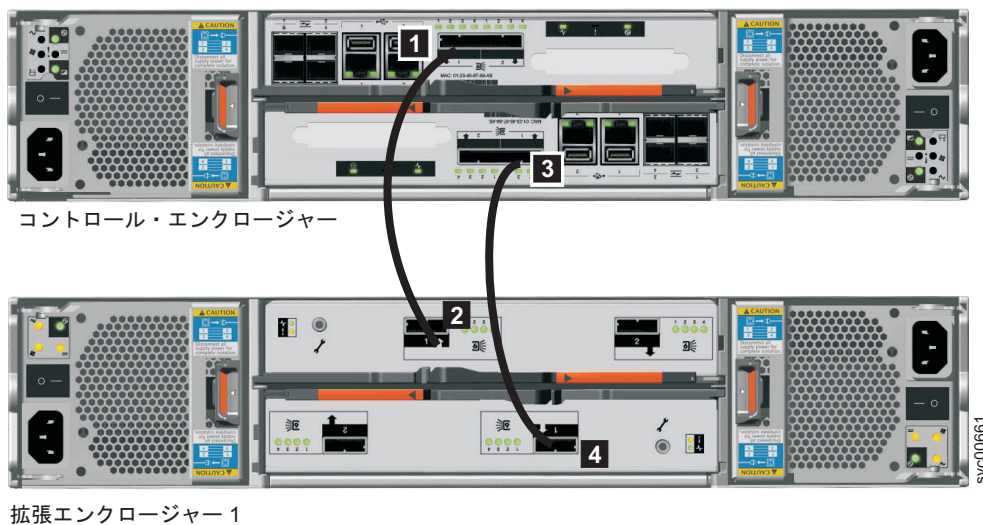

図 12. コントロール・エンクロージャーへの拡張エンクロージャーの接続
2. コントロール・エンクロージャーの SAS ケーブルを最初の拡張エンクロージャーに接続します (図 12 を参照)。保護エンド・カバーを取り外します (必要な場合)。最初の拡張エンクロージャーはコントロール・エンクロージャーの下にあります。